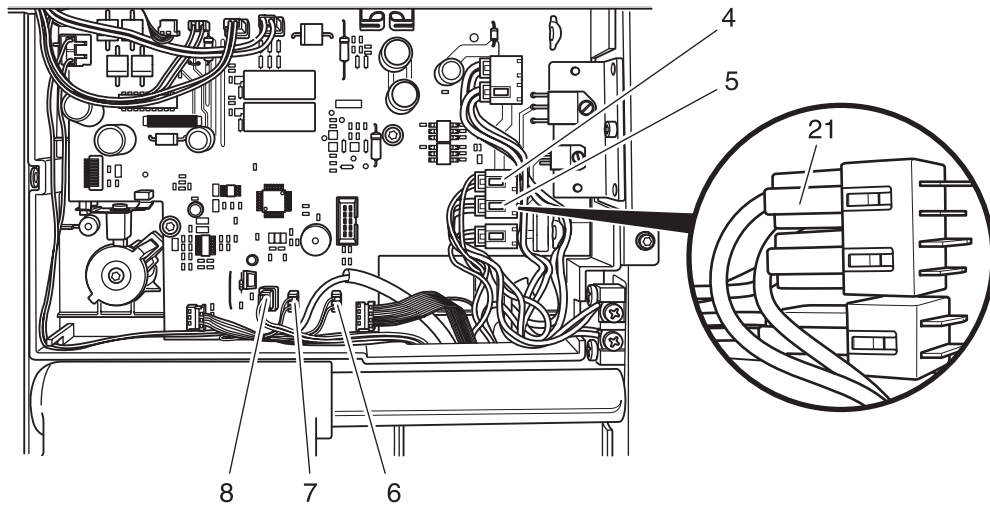

Fig. 7b
- Die Riegel 21 nur 1-2 mm abheben die Steckverbinder der Kabelbäume 4 (Heizschuh) und 5 (Verdampfer-Aggregat) vorsichtig abziehen (Fig. 7b).